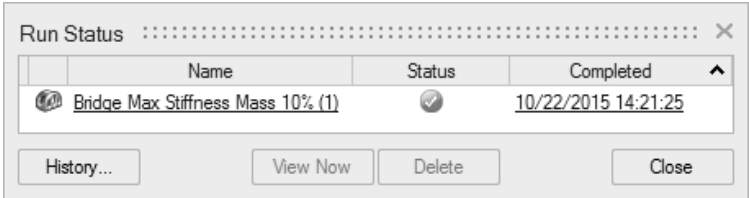

图 4-55
6) 运行完成后, 进度条会变成一个绿色圆圈, 如图 4-55 所示。